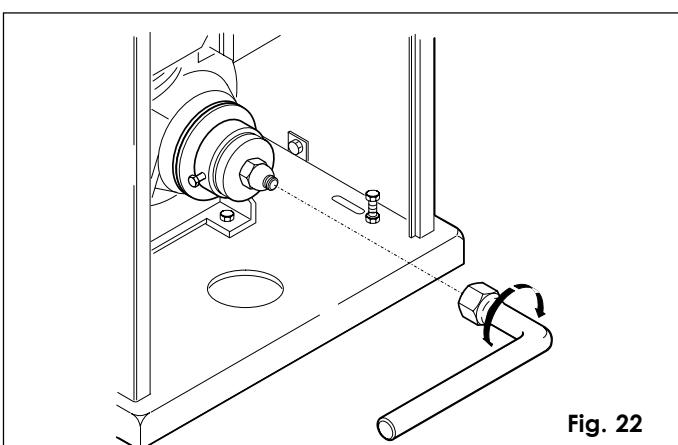

Fig. 22
- A l'aide de la clé fournie, desserrer l'écrou autobloquant jusqu'au déblocage comme indiqué fig. 22.
- visser l'écrou autobloquant jusqu'en butée mécanique comme indiqué fig. 22.